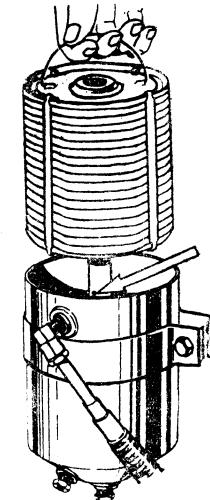

Рис. 12 Смена фильтрующего элемента.
2. Отверните сливную пробку в корпусе фильтра тонкой очистки масла и слейте из него масло. Промойте корпус самого фильтра. Очистите борцовое отверстие центральной трубы для стока масла в картер (отверстие показано стрелкой на рис. 12). Заверните сливную пробку.